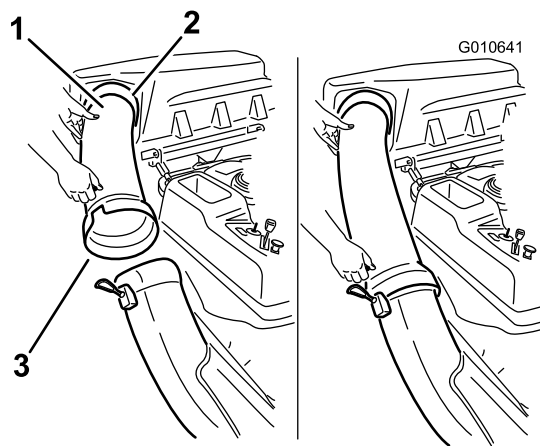

Figure 5
1. Glissez l'extrémité courbe du tube d'éjection (fourni avec le kit dispositif de ramassage) dans l'ouverture en haut du dispositif de ramassage (Figure 5).
2. Glissez l'extrémité évasée du tube d'éjection sur l'extrémité de l'éjecteur. Accrochez la sangle en caoutchouc de l'éjecteur à l'ergot situé sur le tube d'éjection pour le fixer en position (Figure 5).